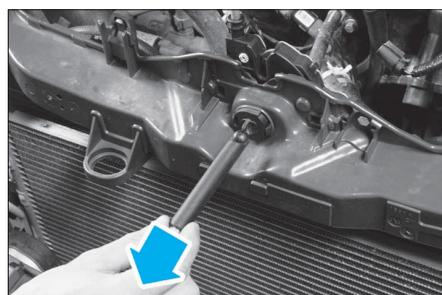

FIG. 3
- le déflecteur d'air (3).
- les 2 vis (2).
- Écarter la calandre et déposer le crochet de capot en tirant dessus (Fig.3).